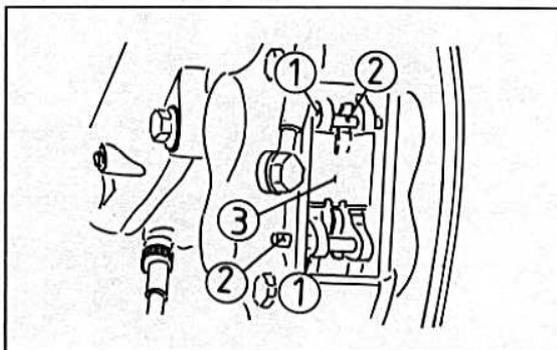

Bild 295
- Die Belagfeder abnehmen (Bild 295).